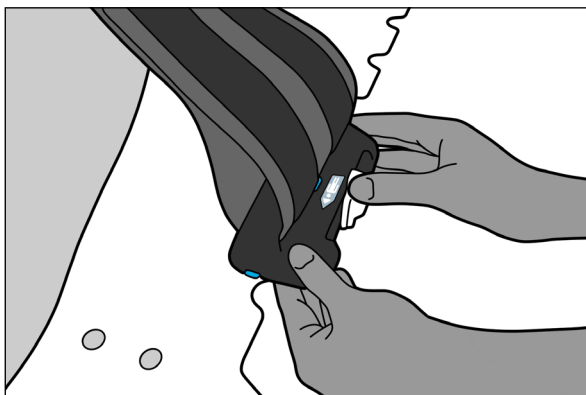

Fig. 8
5. Rotiți maneta în sens orar pentru a bloca clema pe dispozitiv (Fig. 8).